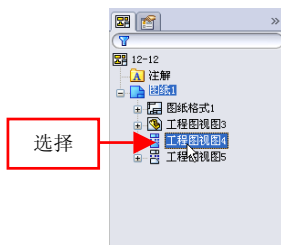

图 12-13 选择【工程图视图 4】选项
(2) 在 Feature Manager 设计树中，选择【工程图视图 4】选项，如图 12-13 所示。